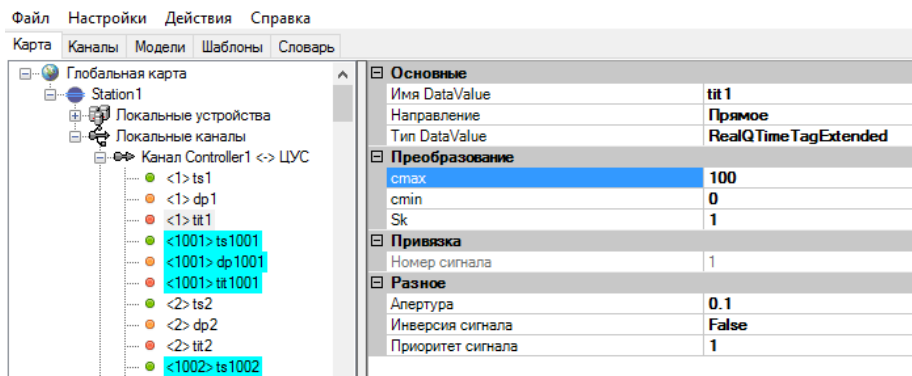

Рисунок 267. Настройки ТИ в протоколе ICCP
- RealQTimeTagExtended - для сигналов типа ТИТ (см. Рисунок 267).